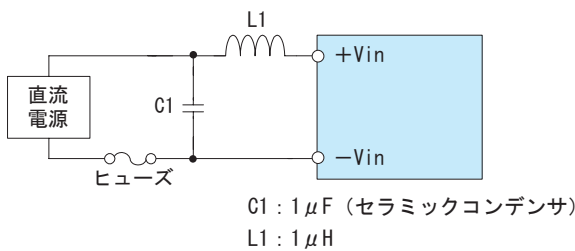
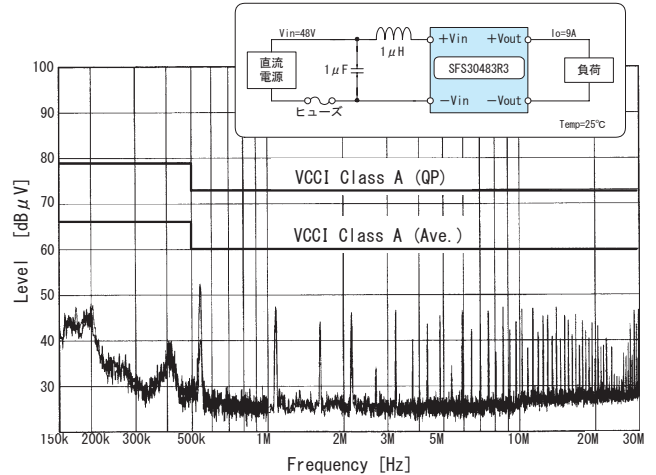

図3.2 EMI対策用入力フィルタ
図3.3 SFS30483R3における雑音端子電圧測定例
(3) 雑音端子電圧の低減
■図3.2の入力フィルタを接続することで、雑音端子電圧を低減することができます。SFS30483R3に、図3.2の入力フィルタを取り付けて雑音端子電圧を測定した結果を図3.3に示します。